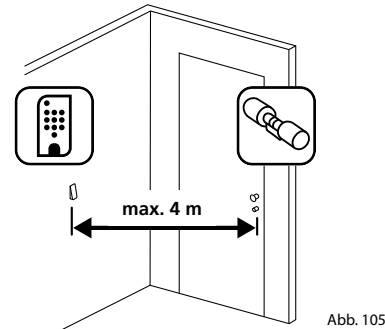

Abb. 105
① Halten Sie die Tastatur an den gewünschten Montageort (Abb. 105).